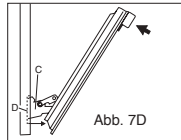

Abb. 7D
5) Die Backofentür mit beiden Händen vorsichtig nach innen drücken, damit die Türscharniere „C“ aus den Aussparungen „D“ frei kommen (siehe Abb. 7D) und danach die Tür zu sich her ziehen, damit sie vom Backofen frei kommt.